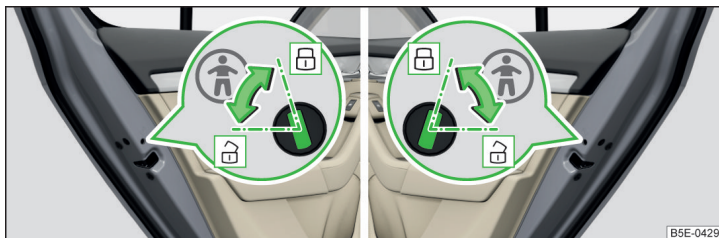

Fig. 36 Puerta posterior: Conectar/desconectar el seguro para niños
- Para **encender**, girar el fusible con la llave del vehículo en la posición » fig. 36.